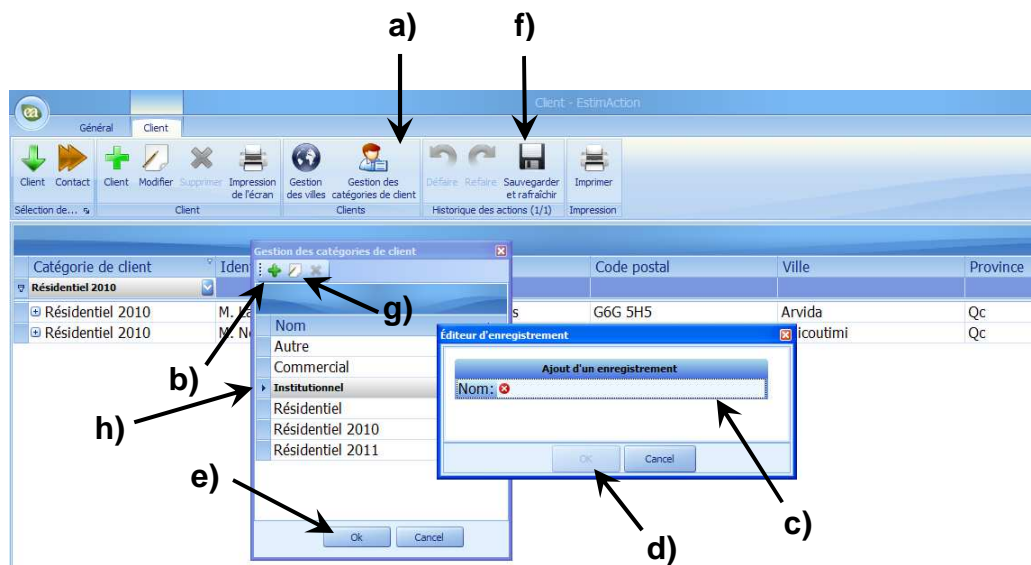

Figure 2.2 : Créer une catégorie de client
2.3. Modifier une catégorie de client (Référence figure 2.2)